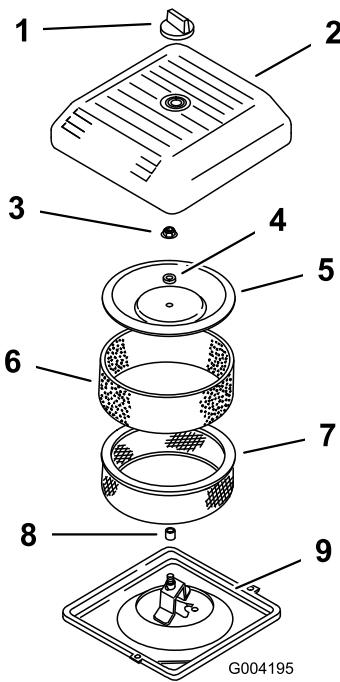

Figure 155
3. Dévissez le bouton et déposez le couvercle du filtre à air (Figure 155).
4. Sortez délicatement le préfiltre en mousse de l'élément en papier (Figure 155).
5. Dévissez l'écrou du couvercle de protection et déposez le couvercle, l'entretoise et l'élément en papier (Figure 155).